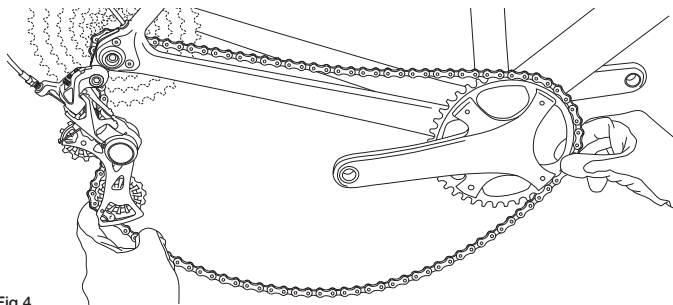

Fig.4
- Presione el balancín hacia abajo para reducir la tensión de la cadena y llévela hacia el exterior sacándola del plato y de la biela (Fig. 4).